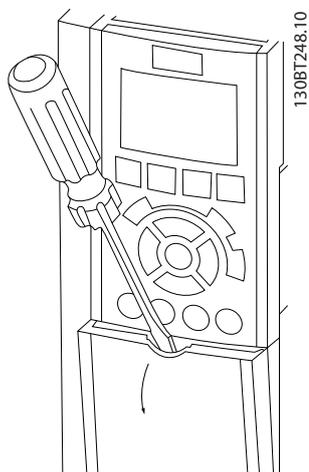
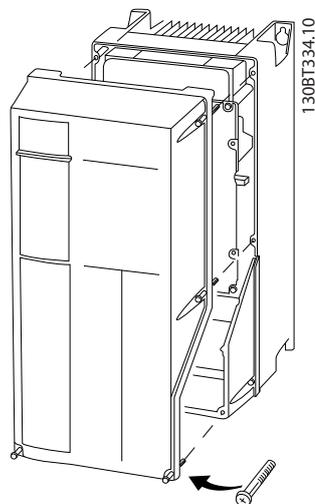

Abbildung 4.3 Zugang zu den Anschlüssen bei Gehäusen mit Schutzart IP20 und IP21
Abbildung 4.4 Zugang zu den Anschlüssen bei Gehäusen mit Schutzart IP55 und IP66
- Entfernen Sie die Frontabdeckung mit einem Schraubendreher (siehe *Abbildung 4.3*) oder durch Lösen der Befestigungsschrauben (siehe *Abbildung 4.4*).